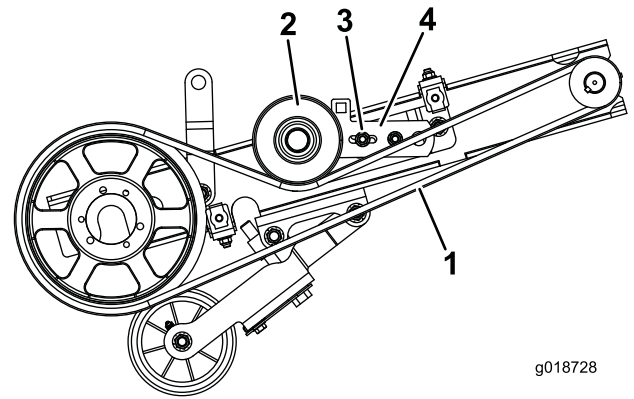

Bild 24
1. Entfernen Sie die Mutter und Schraube, mit denen die Spannscheibenhalterung (Schraube im geschlitzten Loch in der Halterung) an der Einstellhalterung für die Spannung befestigt ist (Bild 24).
4. Entfernen Sie die untere Riemenschutzvorrichtung und den Spindeltreibriemen (**Bild 24**).